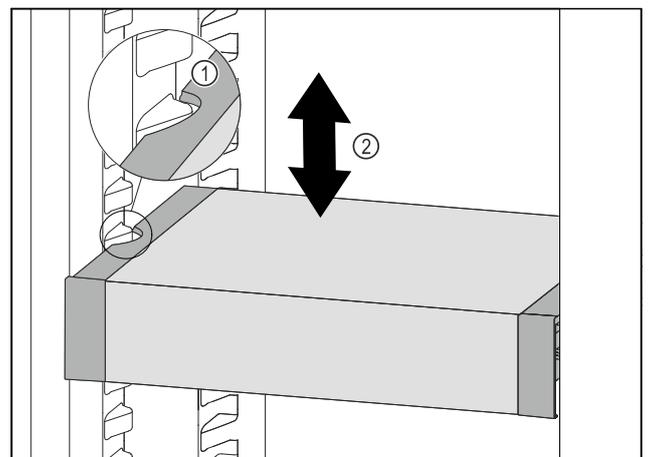

Fig. 53
- VarioSafe nach vorne ziehen, bis sich die seitlichen Aussparungen des VarioSafes auf Höhe der Behälterrippe im Kühlteil befinden. Fig. 53 (1)
- VarioSafe im Kühlteil nach oben oder unten bewegen, bis gewünschte Höhe erreicht ist. Fig. 53 (2)